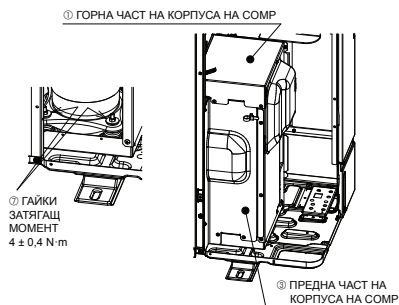

Fig. 4-2
- След премахването на фиксиращите части на СОМР затегнете гайките и върнете ГОРНА ЧАСТ НА КОРПУСА НА СОМР и ПРЕДНА ЧАСТ НА КОРПУСА НА СОМР в първоначалното им състояние. (Fig. 4-2)